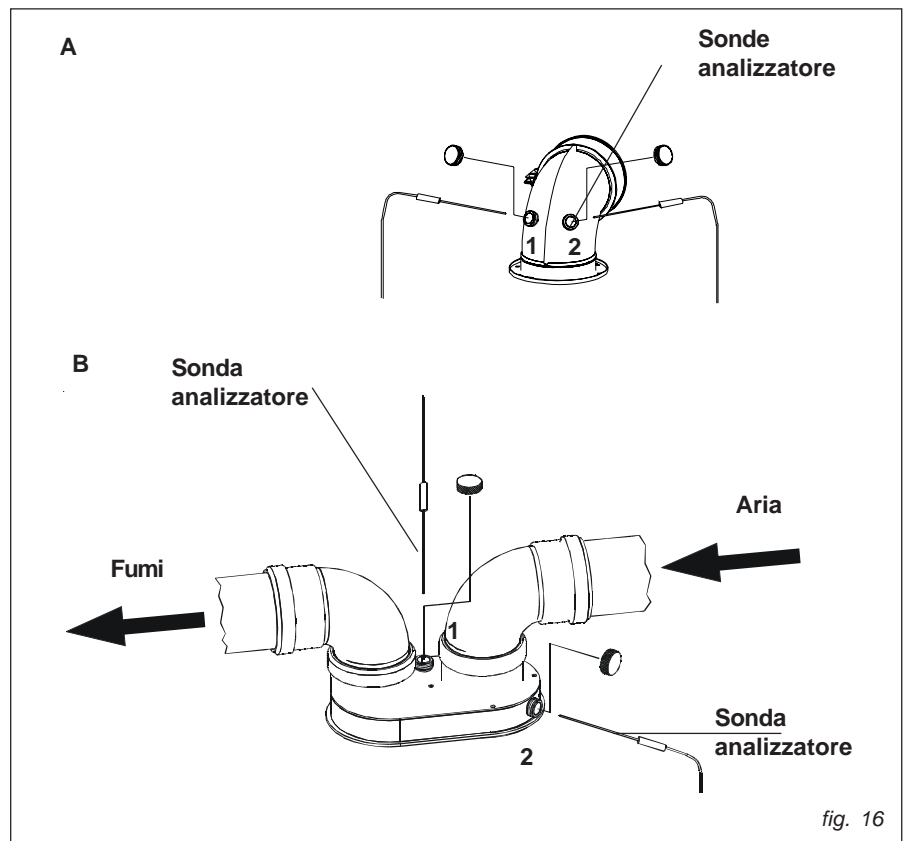

fig. 16
- misura dell'aria comburente prelevata nell'apposito foro 2 (vedi fig. 16).
- misura della temperatura fumi e della CO2 prelevata nell'apposito foro 1 (vedi fig. 16).